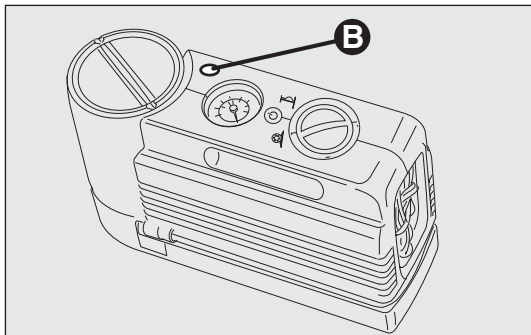

fig. 171
**NOTA** Nel caso in cui sia necessario sgonfiare il pneumatico, premere l'apposito tasto B illustrato in fig. 171.